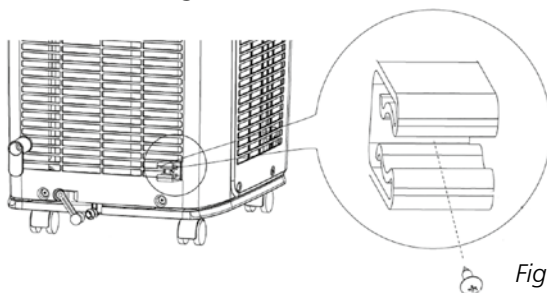

Figura 21
- 3 Montare il supporto G del tubo (vedere la figura 1) sul retro del climatizzatore (vedere la figura 21)